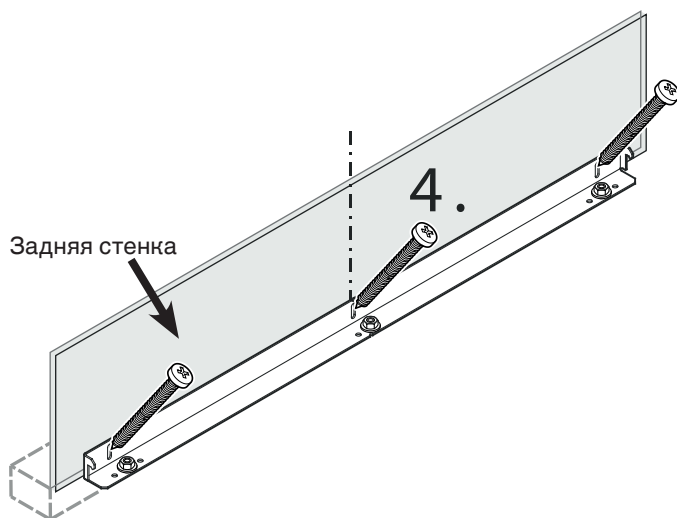

Рисунок 5
4. Закрепите уголок для защиты от опрокидывания 3 винтами (6 x 60) к задней стенке (Рисунок 5).